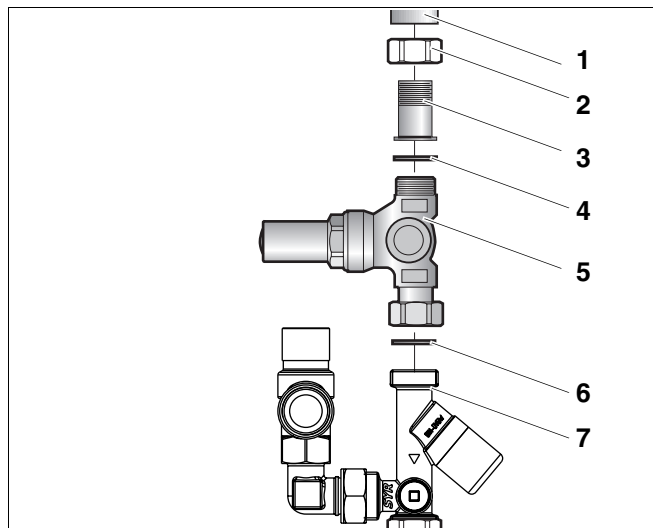

Abb. 32 Druckminderer U-DM montieren
- Kurzen Schraubnippel (Abb. 32, **Pos. 3**) mit Überwurfmutter (Abb. 32, **Pos. 2**) in den Kaltwasseranschluss (Abb. 32, **Pos. 1**) eindichten.
- Kurzen Schraubnippel (Abb. 32, **Pos. 3**) mit Überwurfmutter (Abb. 32, **Pos. 2**) und Dichtung (Abb. 32, **Pos. 4**) an den Druckminderer (Abb. 32, **Pos. 5**) schrauben.
- Druckminderer (Abb. 32, **Pos. 5**) mit Überwurfmutter und Dichtung (Abb. 32, **Pos. 6**) an die Sicherheitsgruppe (Abb. 32, **Pos. 7**) schrauben. Auf Dichtung und Fließrichtung achten!